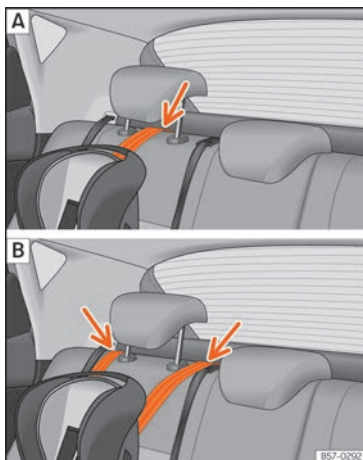

Fig. 37 Correa de sujeción: ajuste y montaje en función del cinturón Top Tether.
- Coloque la correa por debajo del apoyacabezas del asiento posterior »» fig. 37 (en función de las instrucciones de la propia silla, levante o retire el apoyacabezas si fuera necesario).